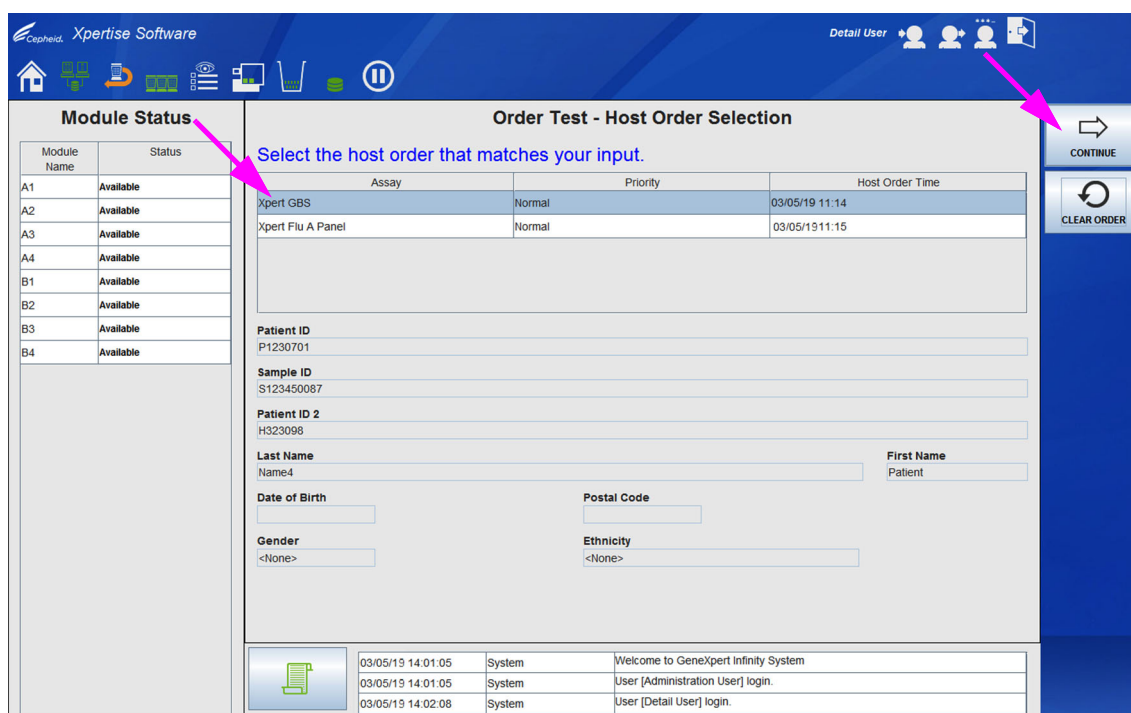

図 5-178. テストのオーダー - ホストオーダーの選択ワークスペース
複数のテストオーダーが同じ患者 ID とサンプル ID に一致する場合、テストのオーダー - ホストオーダーの選択 (Order Test - Host Order Selection) ワークスペースが表示されます。図 5-178 を参照。
1. プロセスするオーダーを選択し（図 5-178 を参照）、**続行 (CONTINUE)** ボタンを選択します。テストのオーダー – カートリッジバーコードのスキャン (Order Test – Scan Cartridge Barcode) ワークスペースが表示されます。図 5-179 を参照。